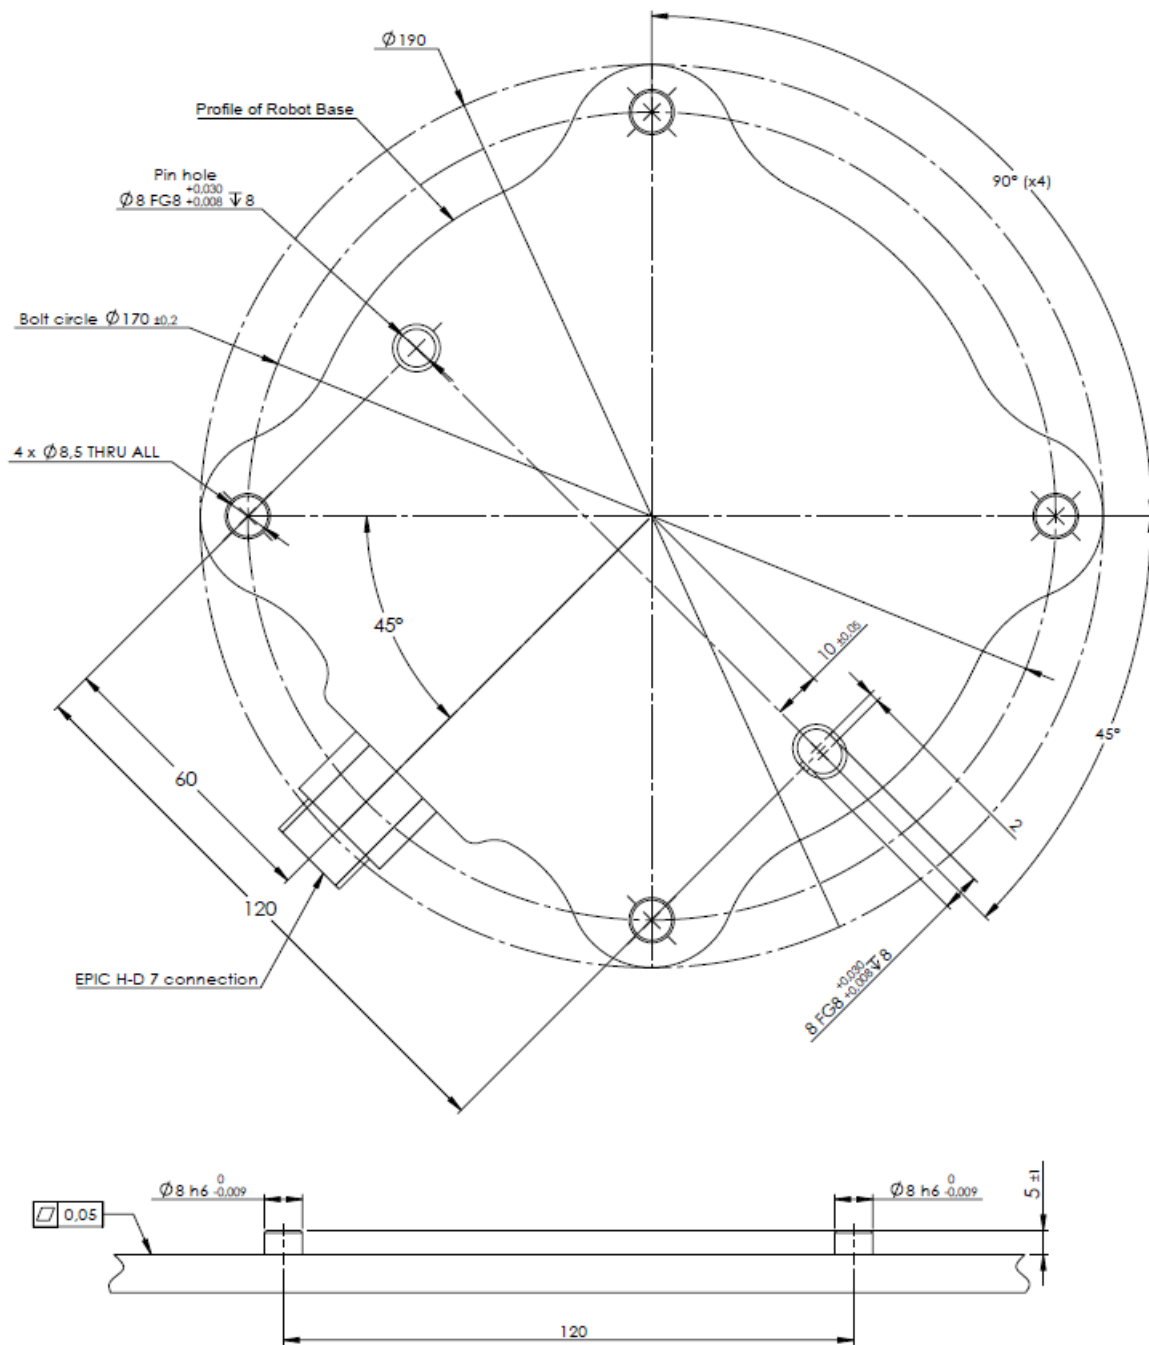

图 4.1: 机器人安装孔。使用 4 颗 M8 螺栓。所有测量值均以 mm 为单位。
**机器人手臂** 使用 4 颗 M8 螺栓, 通过机器人基座上的 4 个 8.5 mm 孔来安装机器手臂。建议以 20 N·m 扭矩紧固这些螺栓。如果需要非常准确地调整机器手臂位置, 还可以钻 2 个 Ø8 的孔, 用销加以固定。也可采购精确的基座作为附件来使用。图 4.1 显示了钻孔位置和螺丝安装位置。